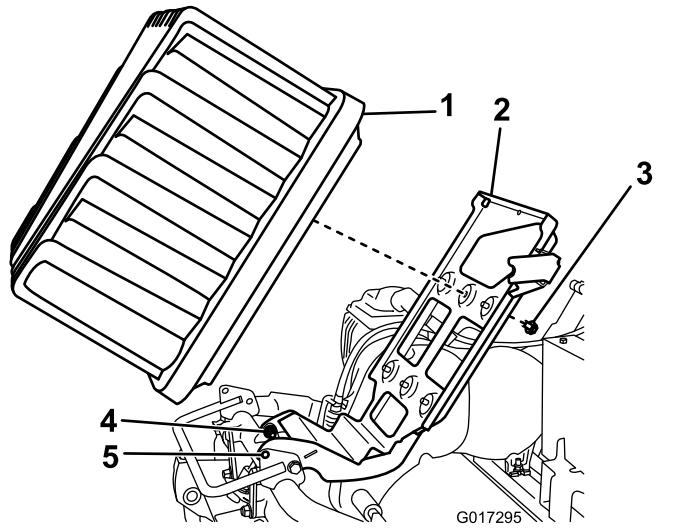

Figura 12
5. Allentate i 2 dadi/bulloni di rotazione di mezzo giro ciascuno (Figura 12).
6. Sollevate la piattaforma della batteria fino ad allineare i fori di bloccaggio alla base e sul telaio (Figura 12).